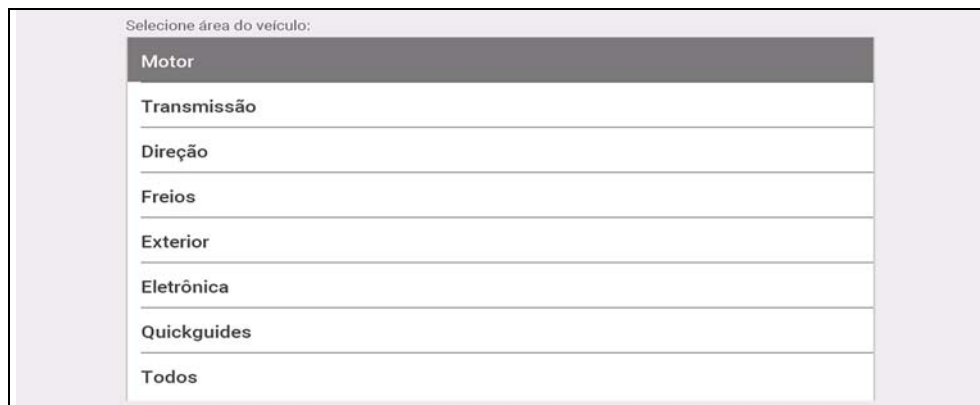

Figura 8-2
3. Selecione uma área do veículo (p. ex.: **Motor, Transmissão, Freios**, etc.) (Figura 8-2).